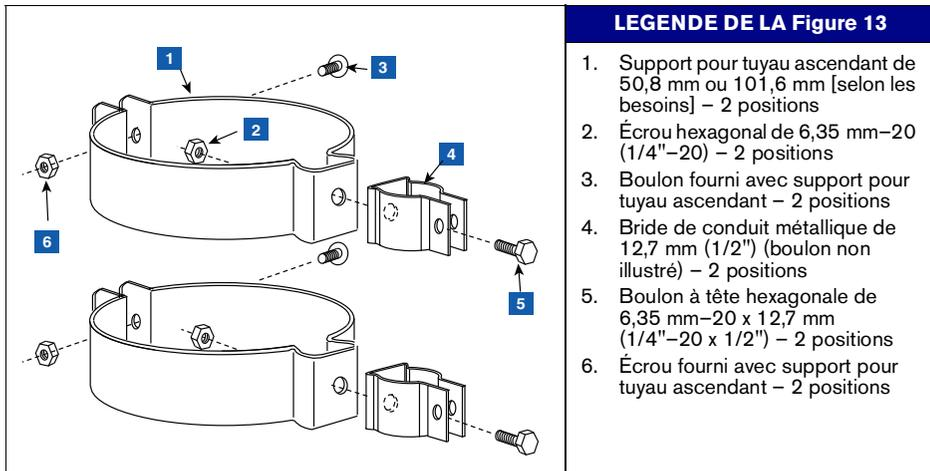

Figure 13. Fixation des brides de conduits de 12,7 mm (1/2") aux supports pour tuyaux ascendants
1. Fixez les deux brides de conduits de 12,7 mm (1/2") aux deux supports pour tuyaux ascendants présents dans le kit de matériel d'installation (330020-528 ou 330020-835) (50,8 mm [2"] ou 101,6 mm [4"], selon les besoins) comme illustré à la Figure 13. Orientez les supports pour tuyaux ascendants de sorte que les trous pour les brides de 12,7 mm (1/2") (4) soient alignés verticalement.